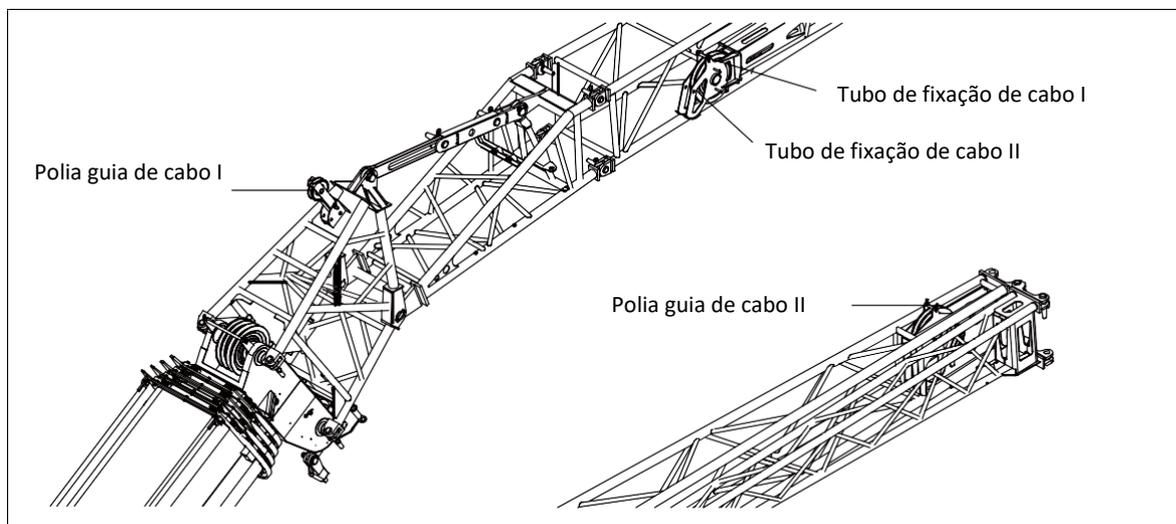

Figura 5-15 Tubos de fixação de cabo
- Instale o tubo de fixação do cabo II e o grampo de retenção. Consulte a figura 5-15.